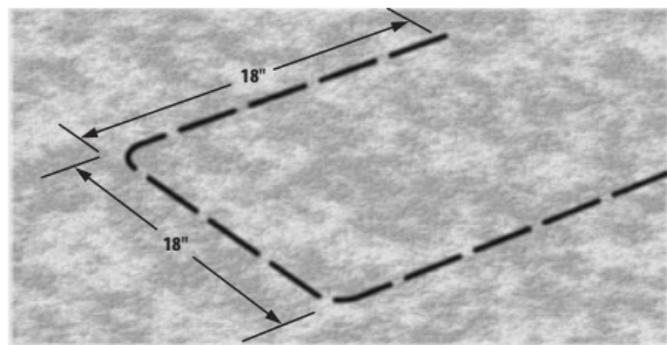
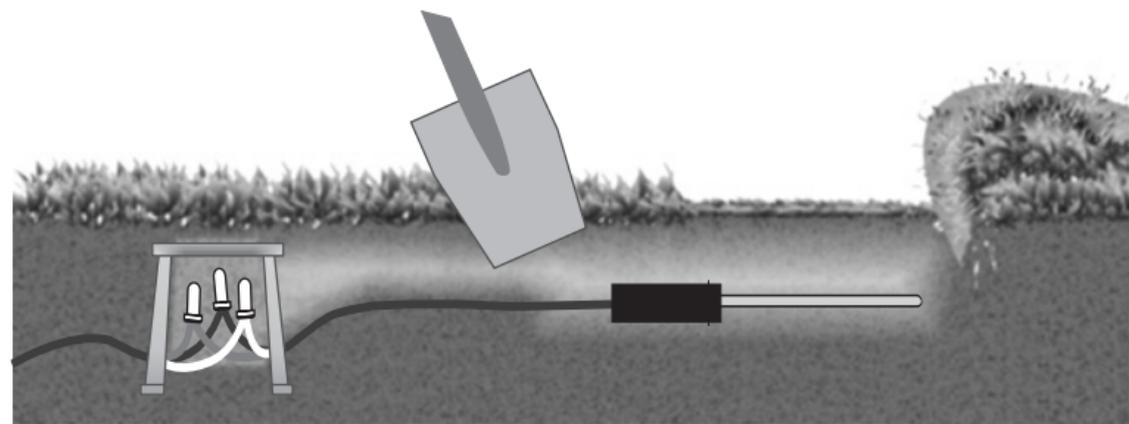

Figura 3
Figura 4
- Com uma pá de lâmina plana, defina três lados de um quadrado de 46 cm de largura por 46 cm de comprimento e 15 cm de profundidade. Esta vala deve ter a forma de U (consultar a figura 3). Insira a pá sob a relva a uma profundidade de cerca de 10 cm e vire a relva deixando o solo exposto com 7,5 a 10 cm de profundidade. A 15 cm de um dos lados desta abertura, escave uma abertura e uma cavidade semelhante para acomodar uma caixa de válvulas de 18 cm. Esta caixa de válvulas (caixa de ligações) será utilizada para unir os fios adicionais do sensor ao cabo da zona identificado no Passo 3. Escave a abertura de uma vala a partir do local da caixa de ligações de 18 cm até à base da abertura quadrada de 46 cm criada para o sensor (consultar a Figura 4).